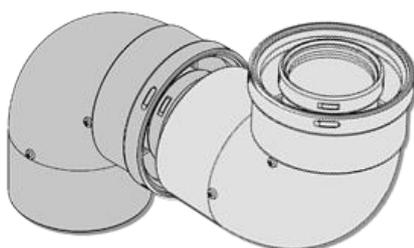

Рис. 30 Два колена соединённые напрямую
- **Не рекомендуется** одно колено напрямую соединять с другим коленом (См. Рис. 30) Для стабилизации потока газа всегда необходимо между коленами вставлять участок прямой трубы (минимум 0,5 м. для колена  $90^\circ$  и 0,2 м. для колена  $45^\circ$ ). В случае если приходится соединять два колена  $90^\circ$  друг за другом, без минимального участка для стабилизации, то при расчёте длины дымохода **необходимо** учитывать, что в этом случае потеря давления в каждом колене увеличивается в два раза.